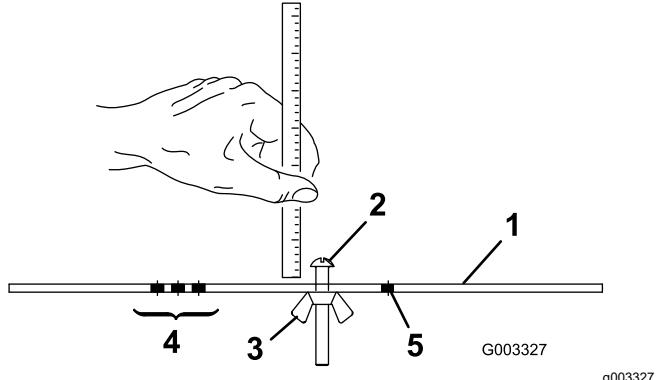

図 16
2. ゲージバー^{図 16}のナットを緩め、調整ボルトで希望の刈高さに設定する。